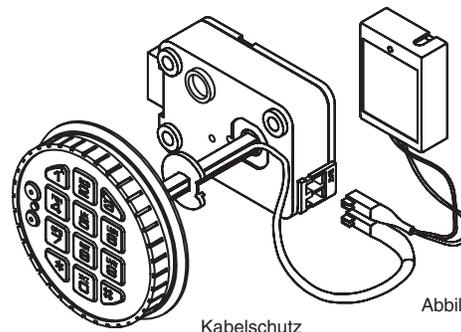

Abbildung 4
8. In den Führungsschienen drehen Sie die Eingabeeinheit dann im Uhrzeigersinn, bis sie senkrecht ausgerichtet ist. (Abbildung 4)